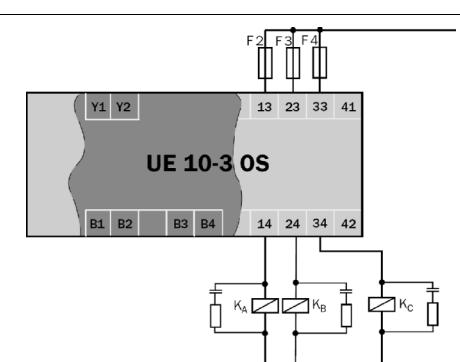

Fig. 2 : Schéma de base UE10-3OS
- Pour empêcher que les contacts des relais intégrés ne se soudent, il faut installer dans les circuits une protection contre les surintensités protégeant des courts-circuits de 6A max. (classe de service gG) (cf. Fig. 2, sécurité des contacts de commande F2/F3/F4).